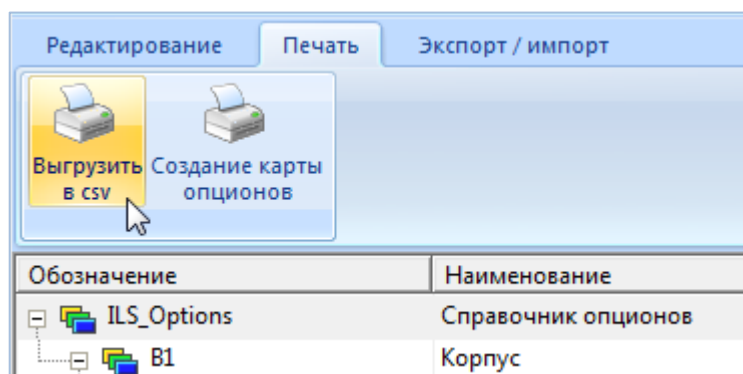

Рис. 13-28 – Выгрузка опционов в CSV-файл
- 2) Перейти на вкладку «Печать» панели инструментов окна редактора опционов и нажать кнопку «Выгрузить в csv» (рис. 13-28).